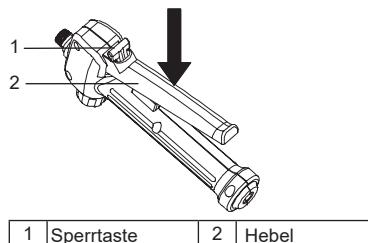

Abbildung 12
- Halte den Hebel gedrückt, um mit dem Sprühen anzufangen. Siehe Abbildung 12.